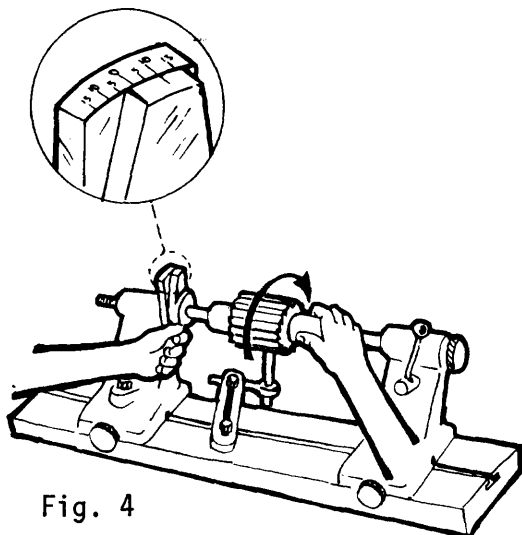

Fig. 4
- f Suelte la placa de sector graduado y gire la herramienta hasta obtener el ángulo indicado (fig. 4).